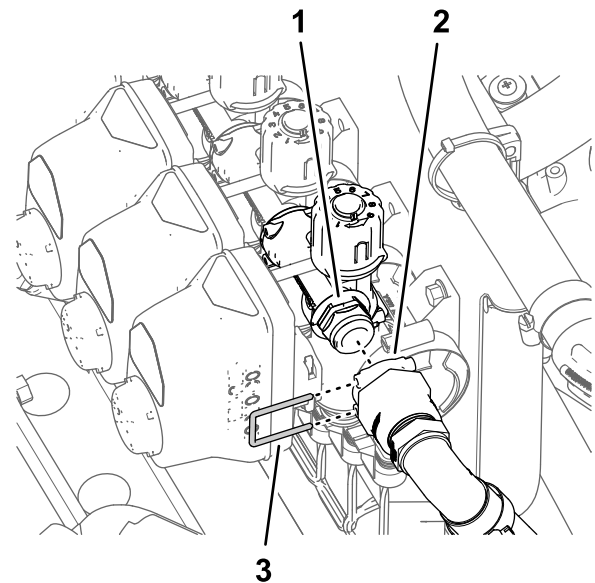

Figura 113
- Montate il raccordo ad attacco rapido del flessibile di bypass sul raccordo a disinnesto rapido nella valvola di bypass nella valvola dell'ugello 10 (Figura 113).
- Fissate i raccordi a disinnesto rapido per il flessibile di bypass e la valvola di bypass con il fermo (Figura 113).